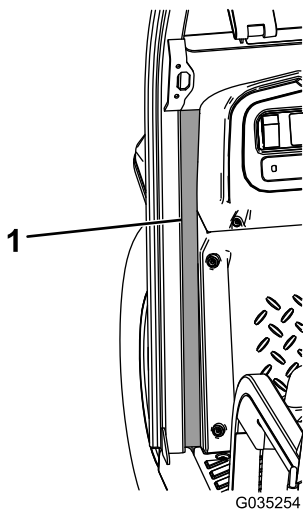

Figure 15
12. Retirez la bande au dos des joints mousse avant gauche et droit et fixez les joints sur la machine (Figure 15).